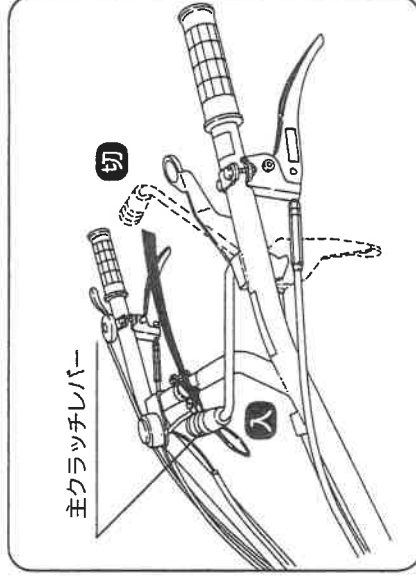

図10
③ 主クラッチレバーをゆっくり前方に押してください。(図10)